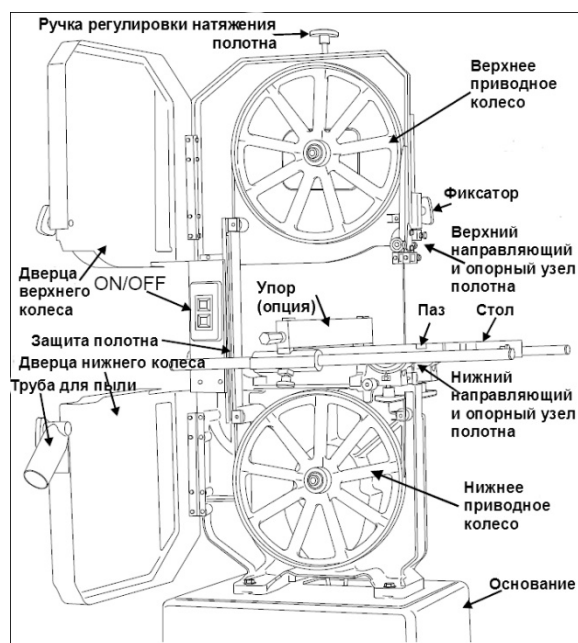

Рисунок 3: Ленточнопильный станок (вид спереди)
1. Чтобы настроить опору, ослабьте ручку, фиксирующую опорный стержень, затем передвиньте опору вверх или вниз по ее держателю. (См. Рис. 3 – расположение опорного механизма)